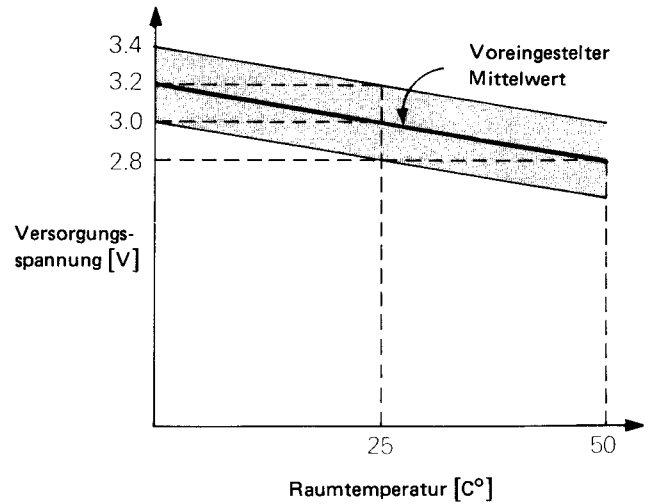

Abbildung 24-1
2. Einiges über die Temperaturkompensation der Stromversorgung (+3 V Gleichstrom) zur mikroprozessor-gesteuerten Einheit: Die Anzeige der mikroprozessor-gesteuerten Einheit wird durch die eingebaute Flüssigkristallanzeige (LCD) vorgenommen, welche allerdings in seiner Anzeigefähigkeit von der Umgebungstemperatur abhängig ist. Anders ausgedrückt, je tiefer die Raumtemperatur, je langsamer wird die Ansprechgeschwindigkeit der Anzeige. Auf der anderen Seite wird die Ansprechgeschwindigkeit bei hoher Umgebungstemperatur schneller, welches zum Aufleuchten ungewünschter Segmente führen könnte. Um diese Schwierigkeiten zu überkommen, ist eine Temperaturkompensationshilfe in den Kreis eingebaut, welche in seinen Eigenschaften in Abbildung 24-1 untenstehend gezeigt wird. Bei absteigender Temperatur erhöht sich die Stromversorgung und erniedrigt sich bei ansteigender Temperatur.